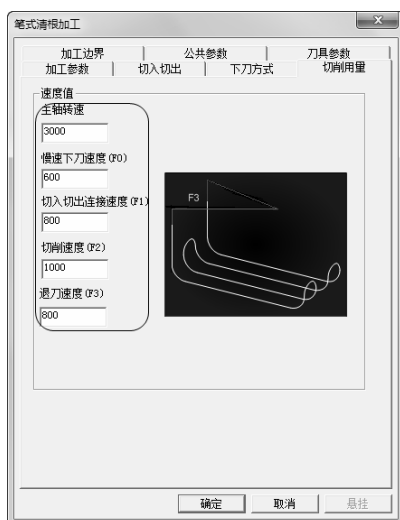

图 3-30 “切削用量”选项卡
4) 单击“切削用量”选项卡，设置“主轴转速”、“慢速下刀速度”、“切入切出连接速度”、“切削速度”、“退刀速度”，具体参数数值如图 3-30 所示。